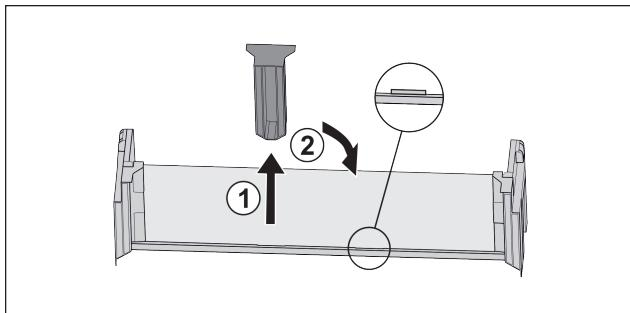

Fig. 17
- ▶ Витягнути середню деталь для підтримки *Fig. 17 (1)*.
- ▶ Вставить середню деталь для підтримки на друге положення *Fig. 17 (2)*.